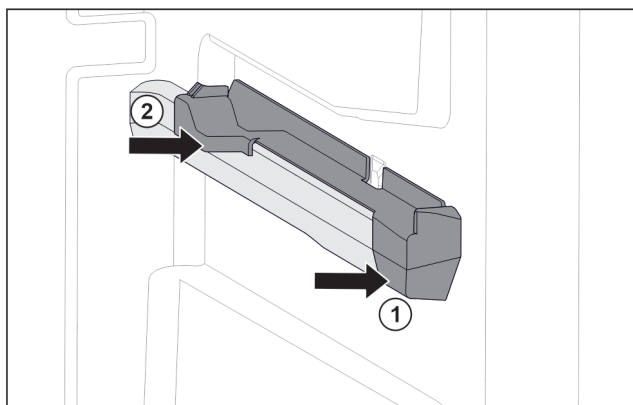

Fig. 131 Nasazovací díl na pravém žebrování na nádoby
- Nasadte nasazovací díl na žebrování na nádoby. Fig. 131 (1)
- Přitlačte nasazovací díl k zadní části. Fig. 131 (2)